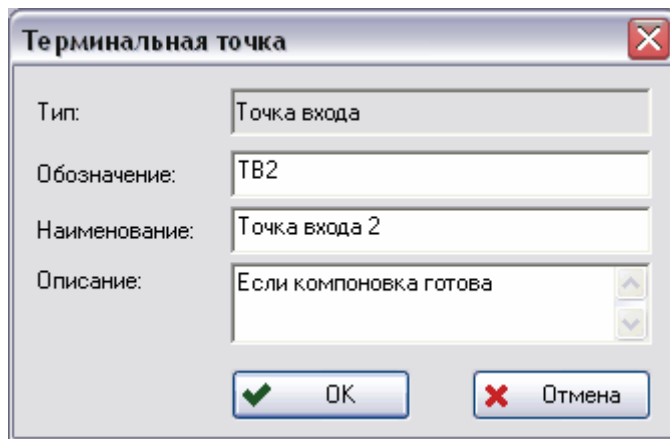

Рис. 8 Создание точки входа
3. В появившемся диалоговом окне **Терминальная точка** установите необходимые параметры (Рис. 8).